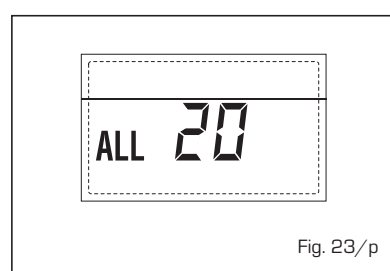

Fig. 23/p
- **ANOMALIA AVARIA Sonda IMPULSÃO PRIMEIRA ZONA MISTURADA “ALL 21”** (fig. 23/q)